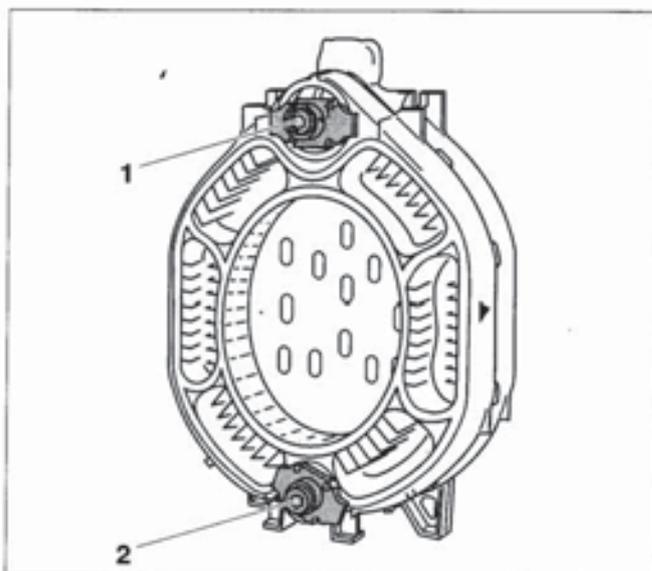

Abb. 7 Beispiel: GE315 – vorne
- Zugstangen durch die obere und untere Kesselnabe schieben (Abb. 7: Beispiel GE315).
- Presseinheit (Abb. 7, Pos. 1 u. 2) einige Umdrehungen auf das Zugstangengewinde aufschrauben.